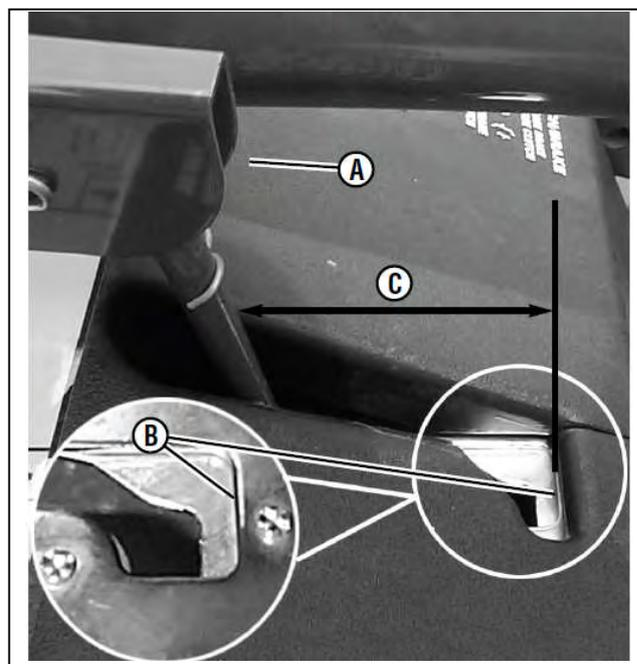

図 8-1 ブレードブレーキの間隙測定
1. ブレードレバーを「OFF」としてブレードペダルから足を離した状態で、ブレードレバー(図8-1のA)とラッチプレート(B)前方の縁の間の距離を測ります。この距離(C)は76~82mmです。
3. 測定値が82mm以上の場合は、調整ナット(図8-1のA)を右に回して、ブレードブレーキの張りを強くしてください。測定値が76mm以下の場合は調整ナットを左に回してブレードブレーキの張りを弱くしてください。